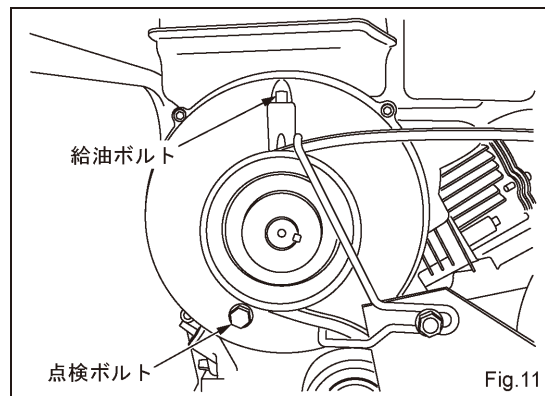

Fig.11
- 少ない場合は給油ボルトを外して補給して下さい。(Fig.11)